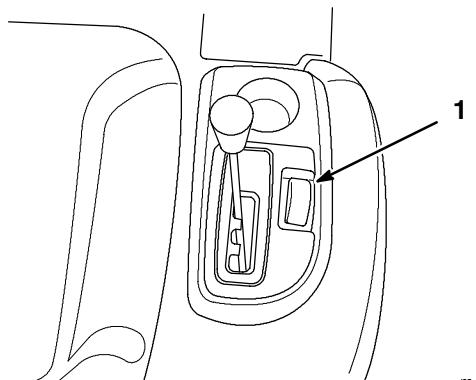

Figure 23
La commande de vitesse de croisière est un interrupteur (Fig. 23) sur le garde-boue de droite, qui maintient la traction à un niveau déterminé sans qu'on doive actionner la pédale. Cette commande ne fonctionne que pour la marche avant.
1. Commencer à conduire le tracteur en mouvement en marche avant, voir Marche avant ou arrière, page 24. Sans modifier la pression du pied sur la pédale de commande de traction, pousser l'interrupteur de vitesse de croisière (Fig. 23) en position "mis". Ceci verrouille la commande de traction en position et permet de retirer le pied de la pédale sans que la position de celle-ci varie.